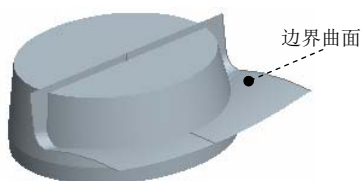

图 6.7.8 边界混合曲面 1
Step7. 创建图 6.7.8 所示的边界混合曲面 1。单击“边界混合”按钮；按住 Ctrl 键，依次选取图 6.7.9 所示基准曲线 1、基准曲线 2 和基准曲线 3 为第一方向边界曲线。单击按钮，完成边界混合曲面 1 的创建。